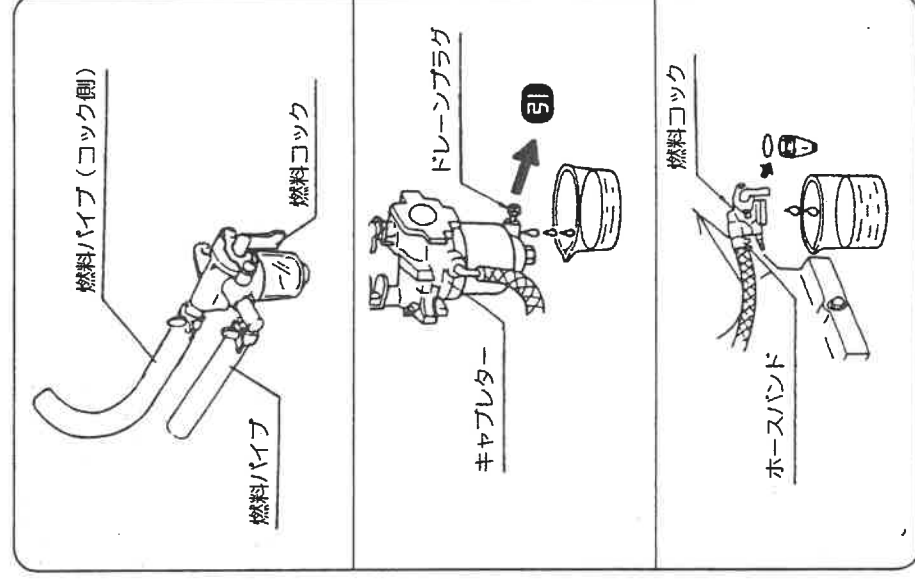

図40
### ③ ガソリンの抜き取り (図40)
- (1) 燃料タンク内のガソリン抜き取り
- (2) キャブレター内の燃料抜き取り